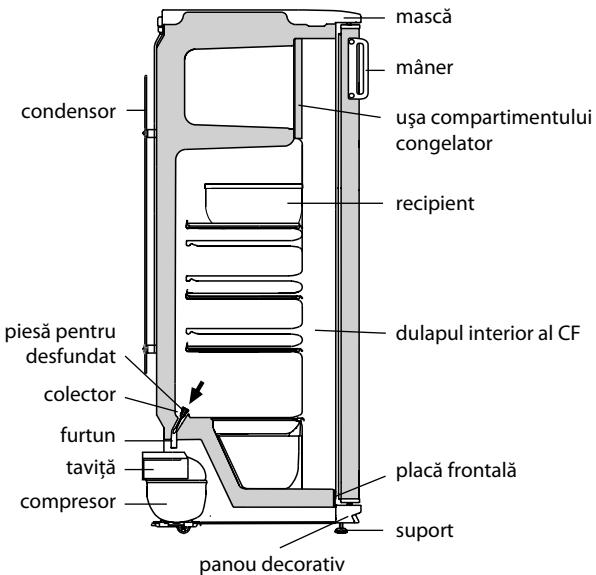

Figura 4 – Schema scurgerii apei rezultate în urma topirii din CF
2.2.1 În CF se folosește un sistem automat de dezghețare. Bruma, care apare pe peretele din spate al CF, după deconectarea compresorului care lucrează în ciclu, se topește și se transformă în picături de apă. Picăturile de apă rezultată în urma topirii se scurg în colector, apoi prin gaura acestuia și prin furtun – în taviță de pe compresor, în conformitate cu figura 4 și se evaporă. Gaura colectorului este dotată cu o piesă pentru prevenirea înfundării sistemului de drenaj.
Prezența apei în colector indică înfundarea sistemului de drenaj. Pentru eliminarea înfundării folosiți piesa corespunzătoare și curățați gaura colectorului, astfel ca apa să se scurgă liber în taviță, apoi spălați piesa și instalați-o în conformitate cu figura 4.
Apa care a apărut pe fundul CF sau care a ajuns în locul de alăturare a plăcii frontale și a dulapului interior al CF, în conformitate cu figura 4, poate provoca coroziunea dulapului exterior al frigiderului și elementelor agregatului frigorific, defectarea izolației termice, formarea crăpăturilor dulapului interior și defectiunea frigiderului.
– să lăsați ușa frigiderului și ușa compartimentului congelator deschise. Pe raftul CF sub compartimentul congelator puneti un vas recipient pentru colectarea apei rezultate în urma topirii (de exemplu, sertarul pentru legume și fructe), în conformitate cu figura 4;